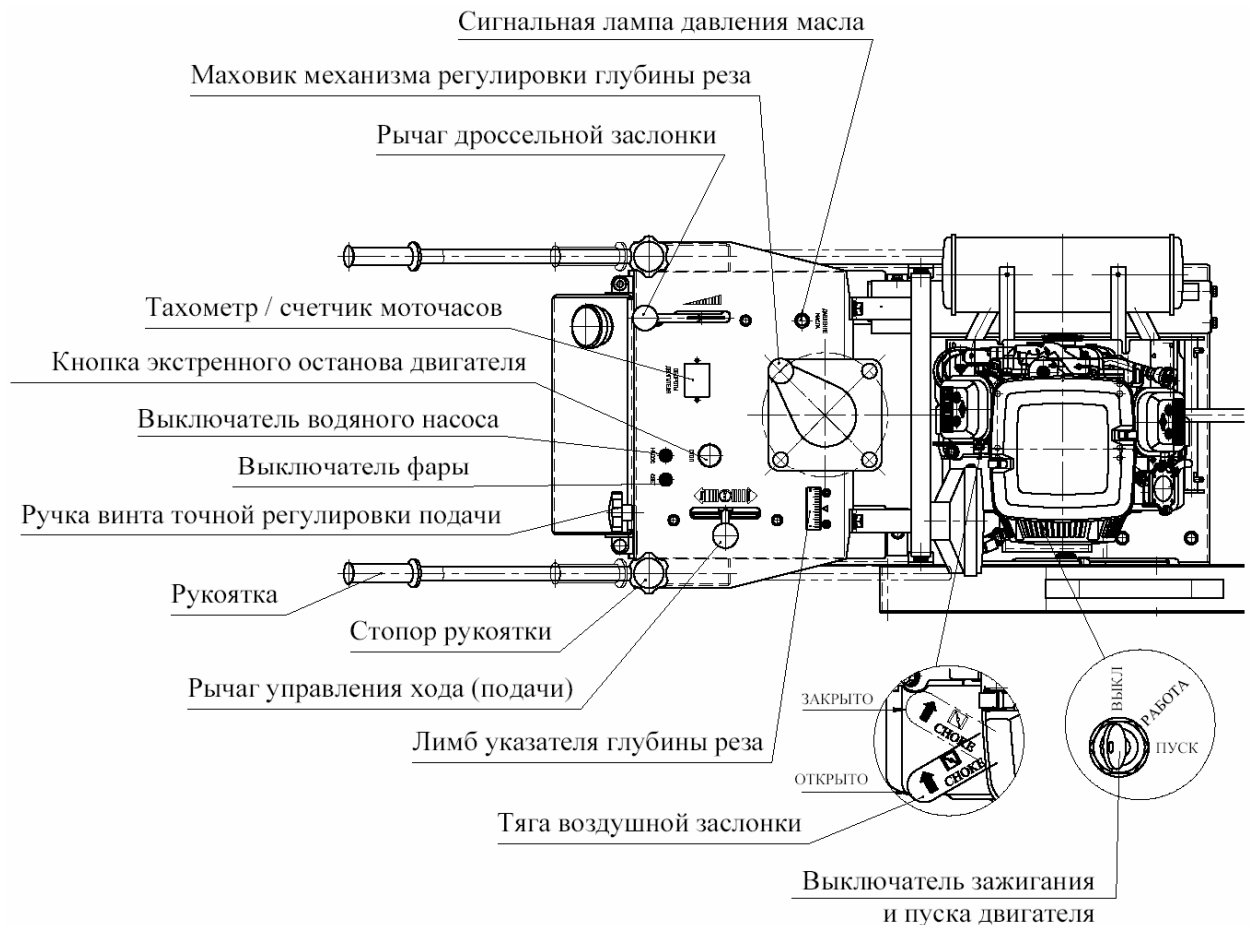

Рис. 9 Органы управления и сигнализации.
- Установите рукоятки в максимально выдвинутое положение (см. рис. 9). Зафиксируйте положение рукояток при помощи стопоров.
Внимание! Вы всегда можете остановить резчик, нажав кнопку экстренного останова двигателя (см. рис. 9).